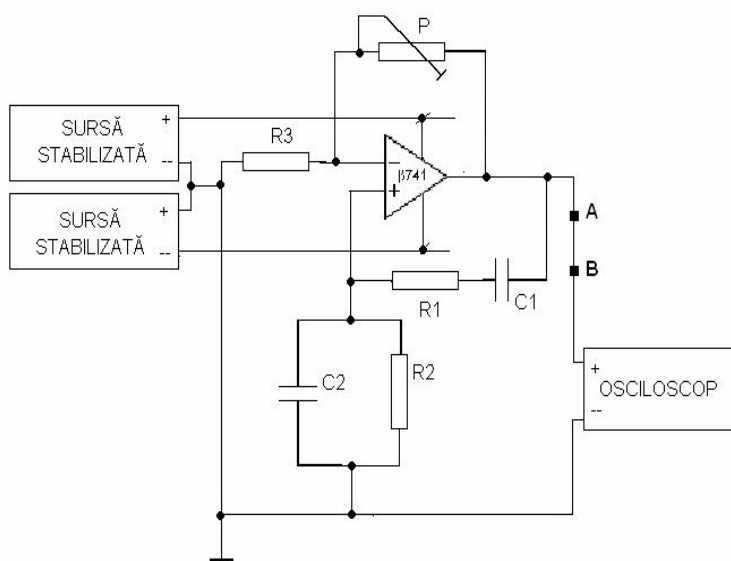
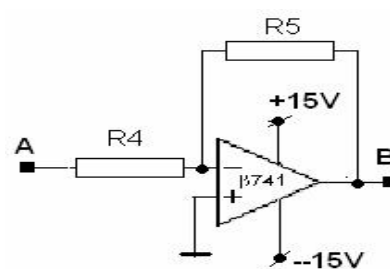

FIG. 1
FIG. 2
2. Precizați denumirile circuitelor din fig.1 și fig.2